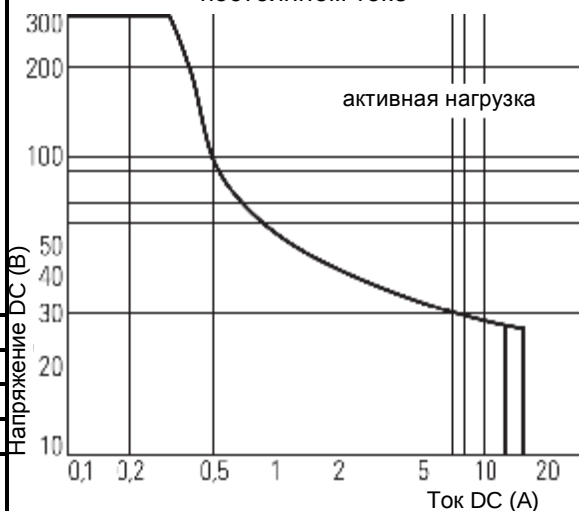

Рис. 6
Напряжение фаз А, В, С контролируемой сети подключается соответственно к клеммам L1, L2, L3 реле (нулевой провод не подключается). Выходные контакты реле 11-12-14 подключаются к схеме управления. Пример схемы подключения приведен на рис. 6.
- DC 30 В (DC1), (рис. 6)